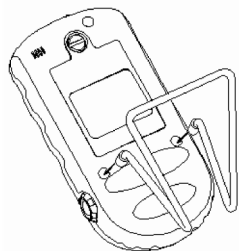

Figura 3
4. fissare il supporto sul retro dell'apparecchio (figura 3).